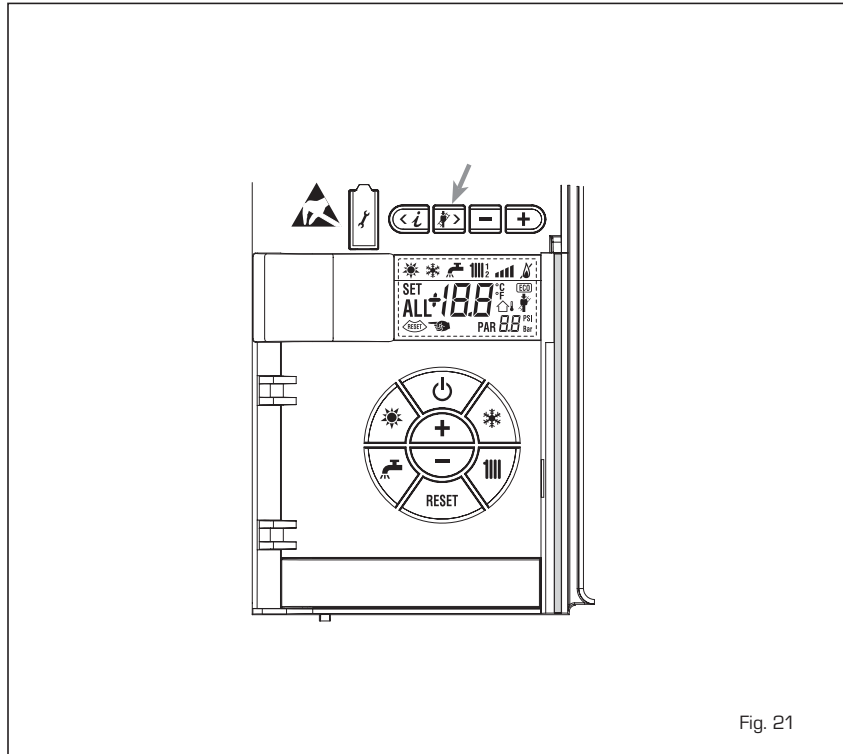

Fig. 21
**4.5.1 Função limpa-chaminés (fig. 21)**